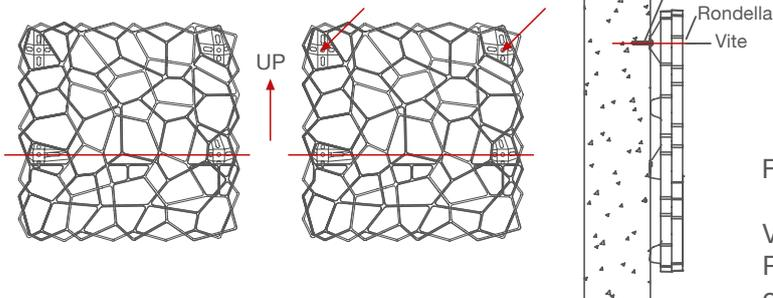

Figura 2: installazione della griglia Wall-Y
- Orientamento della griglia secondo figura 2 e marcatura della posizione dei tasselli con un pennarello;